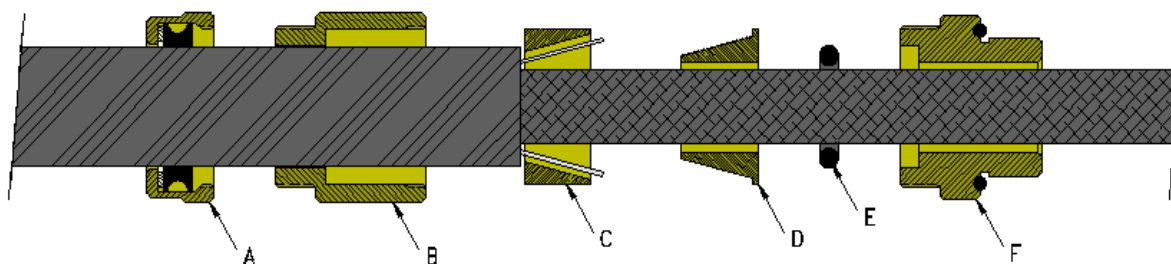

Figura 2
6. En la figura 2 aparece una vista general de todas las piezas en su lugar correspondiente antes del montaje final.